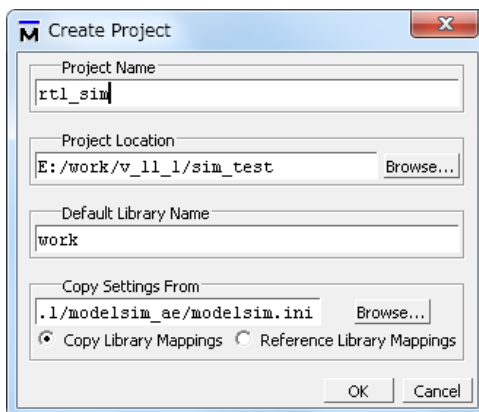

図 3-1-1 Create Project ウィンドウ
- ① デスクトップの ModelSim-Altera のショートカット・アイコン  をダブルクリックして ModelSim-Altera を起動します。
- ② File メニュー > New > Project をクリックします。Create Project ウィンドウが起動します。(図 3-1-1)